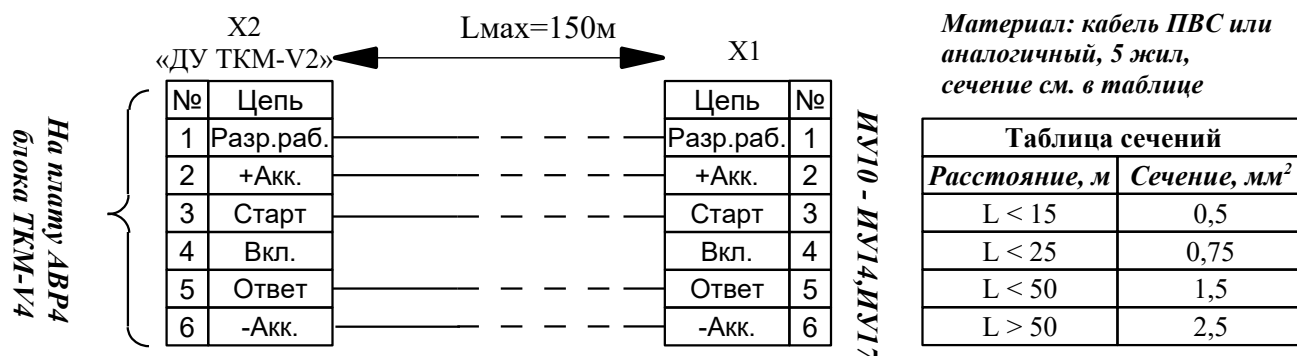

Рис.5. Подключение исполнительных устройств из серии ИУ1 — ИУ14, ИУ17.
12. Подсоедините кабель управления между контроллером и исполнительным устройством. Схемы, материал и сечение кабеля управления приведены на рис. 5 и 6.